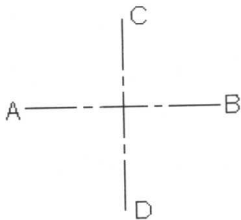

图 2-10
⑭ 绘制压盖的中心线。选择【直线】工具  绘制两条中心线，图形效果如图 2-10 所示。